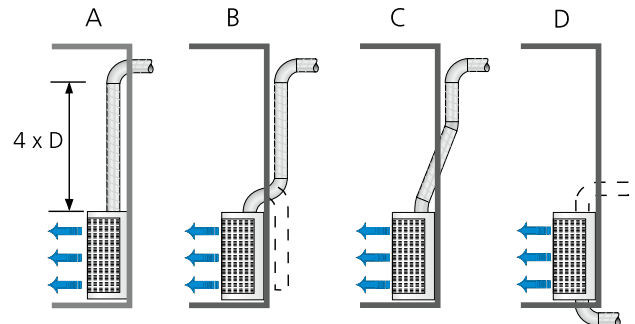

Abbildung 3. Beispiel für die Beeinflussung der Geräuscherzeugung seitens verschiedener Auslassanschlüsse. Siehe Tabelle.
- Schalldaten nehmen um ca. 10 dB(A) zu, wenn es sich um einen standardisierten Raum mit 10 m² äquivalenter Absorptionsfläche handelt.
- Um keine zusätzlichen Schallemissionen zu bekommen, müssen beim Kanalanschluss des Luftauslasses besondere Vorkehrungen ergriffen werden. Siehe Abb. 3.
- Die Diagramme geben die Daten für den Schallpegel mit einer äquivalenten Schallabsorptionsfläche von 150 m² und 2 m vom Auslass sowie bei einer geraden Strecke auf dem anschließenden Kanal. Siehe Abbildung 3 für extra Geräusche bei alternativen Kanalanschlüssen.